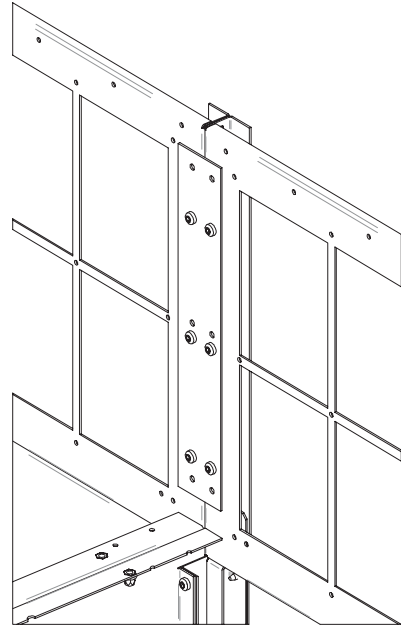

Figura 45. Tornillos del perfil de unión superior
- b) Enroscar juntos el perfil de unión y las placas de las unidades (con 6 tornillos Torx M6x12) en modo tal que queden perfectamente ajustadas. Introducir un bulón (de cabeza redonda con cuadro M8x20) con una tuerca (hexagonal con brida M8) (figura 45) para ajustar las unidades y el perfil de unión.